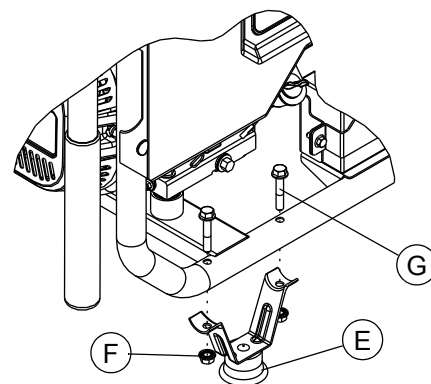

Figura 2-2. Patas para la estructura
2. Instale las patas de la estructura como se indica a continuación (Figura 2-2).